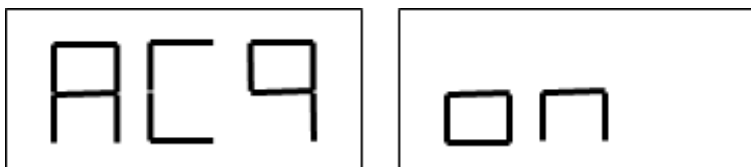

Рис. F3.9. Автоматическое определение расстояния к внешней плоскости в типах программ ALS1 и ALS2
6. Выдвиньте датчик расстояния/диаметра и поместите его на обод, к соответствующей внешней плоскости, выбранной для установки балансировочного грузика. См. рис. F3.9.